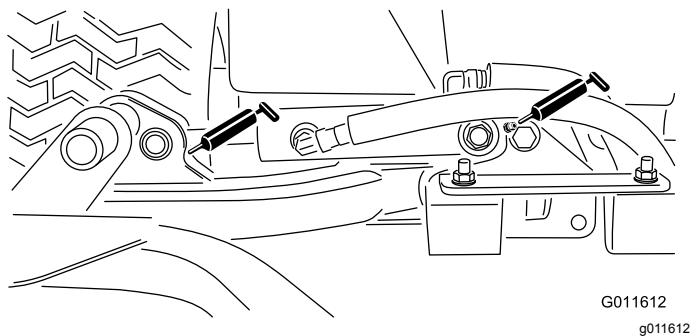

Figura 44
- Cilindros do braço de elevação da unidade de corte (2 de cada) (Figura 44)
- Articulações do braço de elevação (1 de cada) (Figura 44)